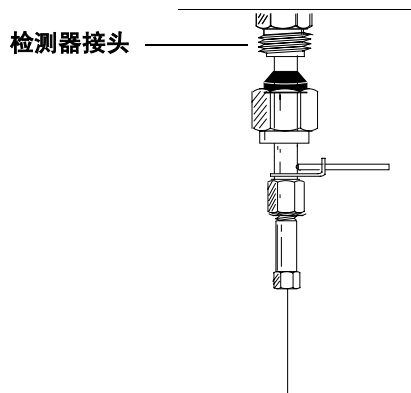

图 46 插入转换接头和色谱柱
- 5 慢慢地把转换接头直接插入检测器接头中。确保转换接头在插入过程中始终固定在检测器接头 — 如果需要，轻轻摇动它。小心不要弄断柱末端（图 46）。